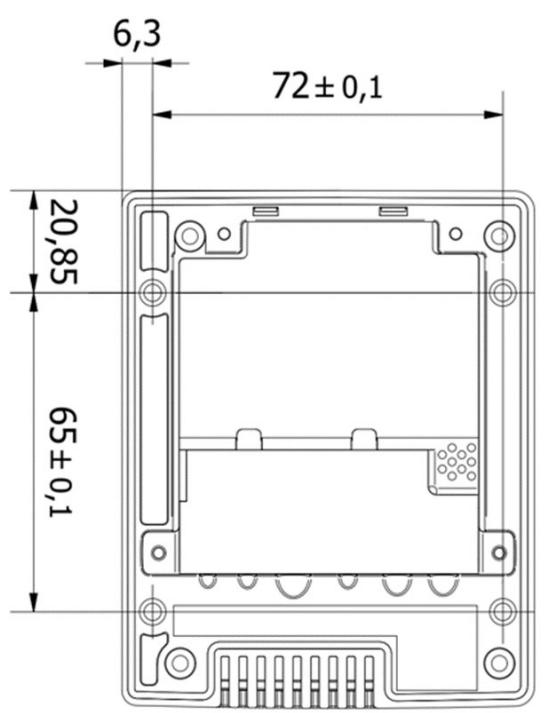

Рис. 3
- 3 Соединительные размеры (Рис. 3)